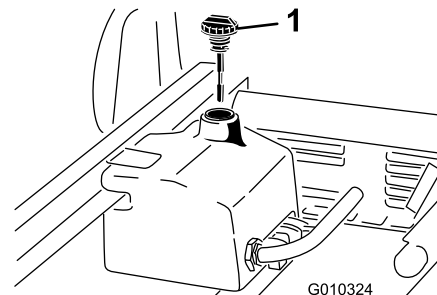

Figura 21
1. Limpie la zona alrededor del cuello de llenado y el tapón del depósito hidráulico (Figura 21).
3. Retire la varilla (Figura 21) del cuello de llenado y límpiela con un paño limpio.